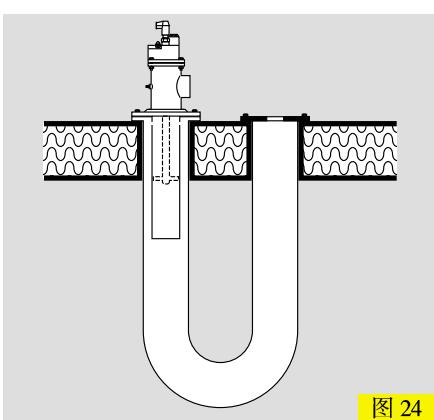

图 24
Brennerrohre bei BIO(A) mit Spülluftbohrungen und/oder in Edelstahlauflösung in Verbindung mit Brennervorsatzrohren für den Einsatz in Strahlrohren und Brennkammern (Fig. 24 + 25).
Burner tubes on BIO(A) with secondary air holes and/or of stainless steel design in conjunction with burner additional tubes for use in radiant tubes and combustion chambers (Fig. 24 + 25).
(图24 + 25)